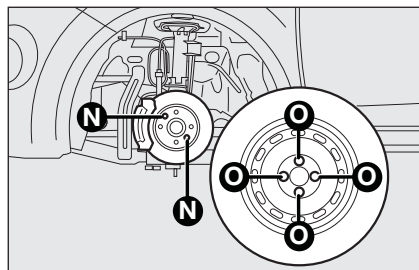

fig. 7
- ☐ Påsæt reservehjulet således, at tappene **N**-fig. 7 passer med et af hullerne **O** i hjulet.